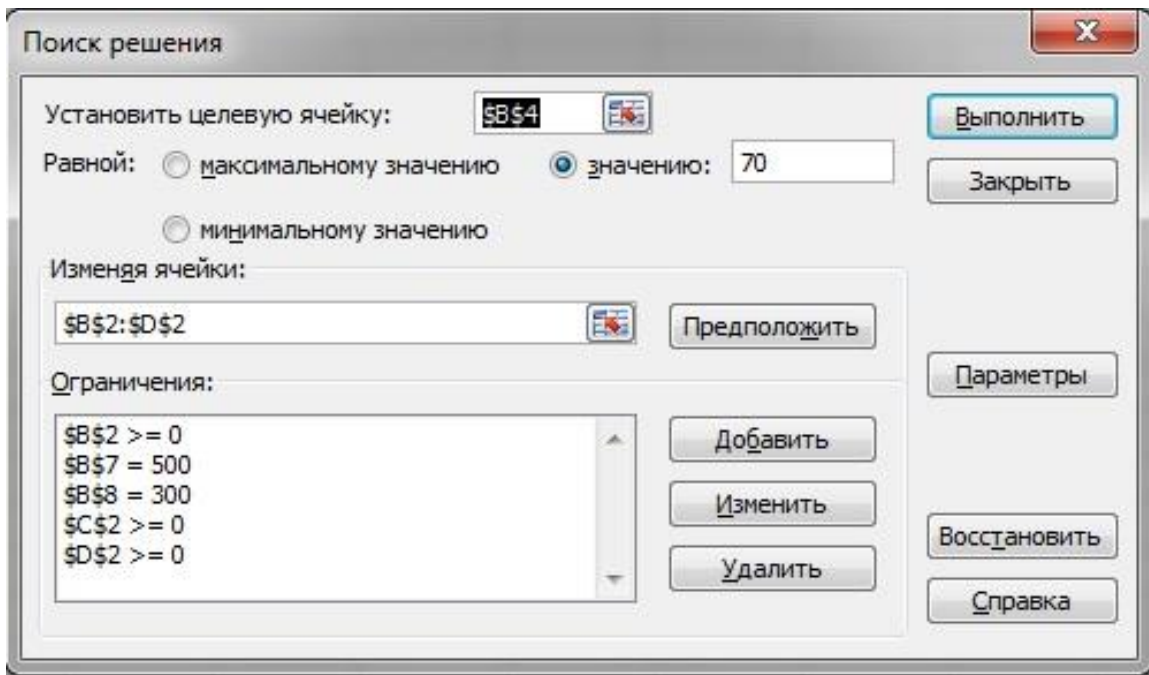

Рис.3. Диалоговое окно *Поиск решения*
- ограничения (типа “*равно*” для ячеек, хранящих количество заготовок, и типа “*больше или равно*” для параметров) (рис. 3) и нажать на кнопку *Параметры*.